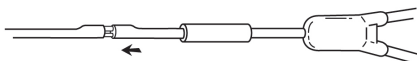

Fig. 5
5. Den lille og den store metalkanyler føres ind i kateterlumenene, indtil reservekateterets ende er ca. 3 mm fra kateterenden (fig. 5).